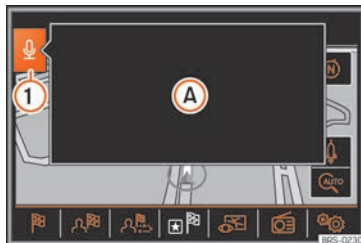

**Fig. 182** Manejo por voz: indicación del menú ayuda y elementos pronunciables.
- Diga las órdenes cuando hayan finalizado las locuciones y señales acústicas y en la pantalla se muestre el símbolo  »» fig. 182 ①.
Se muestra un menú de ayuda con las órdenes más importantes del modo activo en ese momento (p. ej. Navegación) »» fig. 182 ②. Otros elementos pronunciables se representan en rojo en la pantalla correspondiente »» fig. 182. La indicación del menú de ayuda se puede activar y desactivar en el menú **Ajustes del manejo por voz** »» pág. 204.